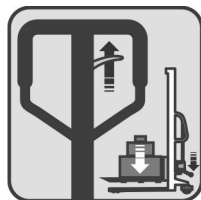

Fig. 5 – Posicionando a alavanca para cima
- c. Posicione a alavanca para cima para baixar a carga (fig. 5).